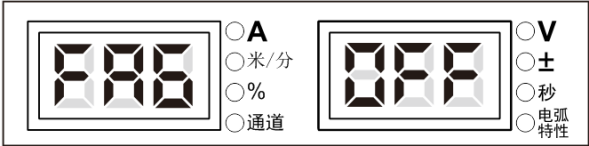

图 3-36 FA6 显示界面
1. 进入内部菜单，调节焊接电源面板旋钮至 **FA6**，如图 3-36 所示。